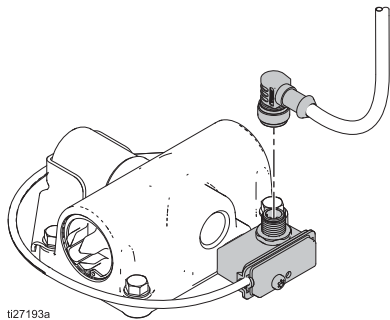

Figura 2. Scollegare il DataTrak
- 1. Svitare il cavo dal gruppo interruttore a lame. Vedere la Figura 2.